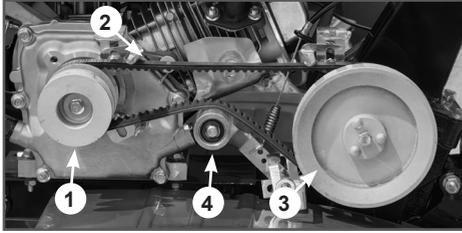

Рис. 41. Замена ремня привода
- Снимите ремень 2 со шкивов 1 вала двигателя и шкива 3 редуктора (Рис. 41).